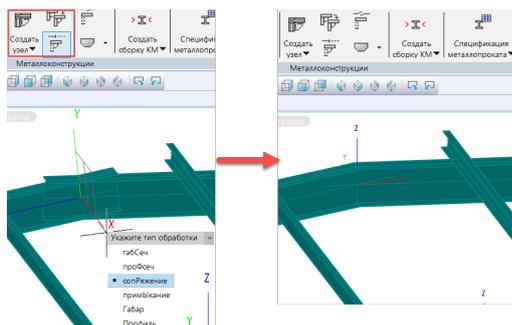

Рис. 7. Создание и подрезка конькового узла
2) создать пользовательское узловое соединение командой *Создать узел* с последующей его доработкой посредством соответствующих инструментов (рис. 7);